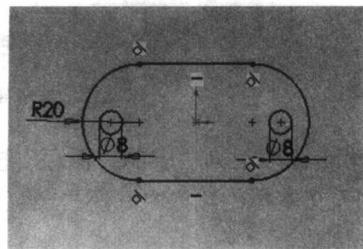

图1-3 绘制草图
- (1) 打开中文版SolidWorks 2007，建立一个新零件文件。
- (2) 在“设计树”管理器中单击“前视基准面”，单击草图绘制按钮()，开始绘制草图。
- (3) 使用“直线”工具()、“3点圆弧”工具()和“圆”工具()绘制草图并标注尺寸，如图1-3所示。